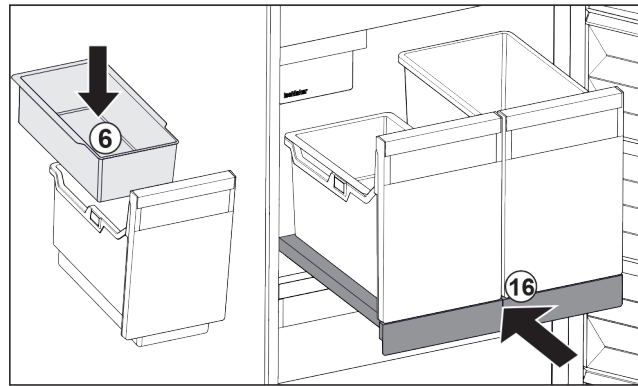

Fig. 89
- ▶ Installer le balconnet Fig. 89 (6) pour glaçons.
- ▶ Rentrer le compartiment coulissant avec le bac (IceTower). Fig. 89 (16)